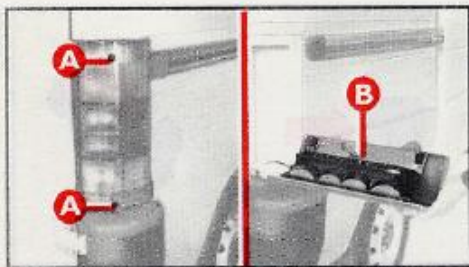

fig. 14
1) afloje los 2 tornillos **A**-fig. 14 con un destornillador